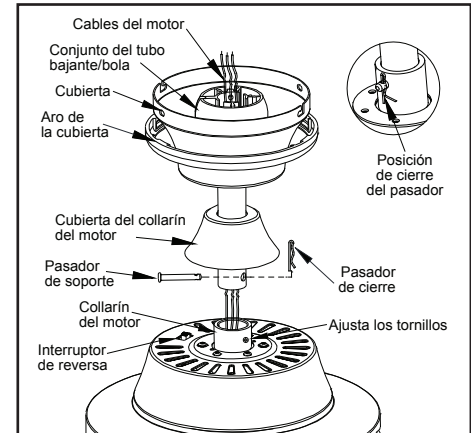

Figura 7
4. Inserta los cables que salen por la parte superior del motor del ventilador, a través de la cubierta decorativa del collarín del motor y enseguida por el aro de la cubierta. Asegúrate de que las ranuras queden en la parte superior. Inserta los cables a través de la cubierta y enseguida a través del conjunto del tubo bajante y bola. (Figura 7)
6. Alinea los orificios en la parte inferior del tubo bajante con los aquellos del collarín en la parte superior de la carcasa de motor. (Figura 7)
Inserta con cuidado el pasador de soporte a través de los orificios del collarín y del tubo bajante. Ten cuidado de no apretar contra el cableado dentro del tubo bajante. Inserta el pasador de cierre en el orificio cercano al extremo del perno hasta que encaje en su posición, como se muestra en el círculo de la Figura 7.
Este ventilador se envía desde la fábrica con el interruptor de reversa en posición de hacer circular el aire hacia abajo. Si deseas encauzar el flujo de aire en sentido contrario, apaga el ventilador y espera a que las aspas se detengan; enseguida desliza el interruptor de reversa (ubicado en la caja de interruptores, consulta la Figura 7 de la página 4) hacia la dirección opuesta y a continuación vuelve a encender el ventilador. Las aspas del ventilador girarán en sentido contrario e invertirán la corriente de aire.